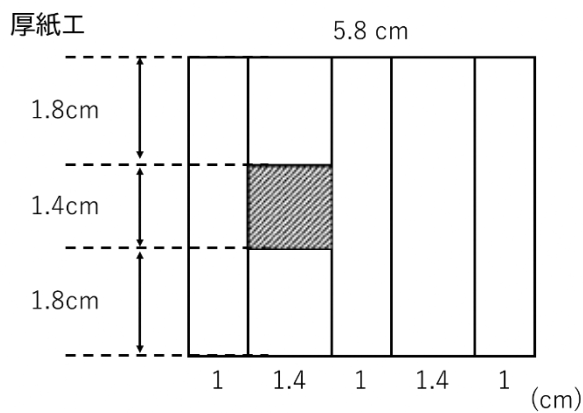

図 7
- ② 厚紙エを図 7 のように, 斜線部を切り抜いて中央にプラスチックセルが入る穴 (1.4 cm × 1.4 cm) を開けて内側になる面全体にアルミテープを貼り付ける。(図 7) その後, 穴の部分のアルミテープを切り抜く。